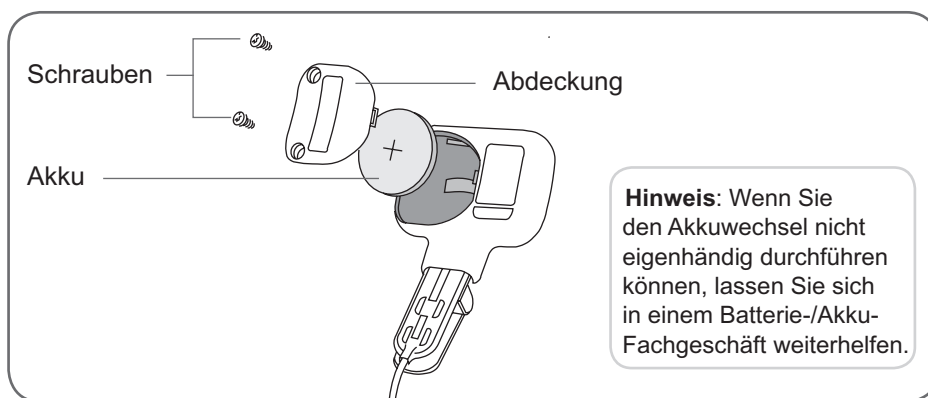

Abbildung 9-4: Batteriewechsel beim Intelli-Sense Gait Sensor™
1. Schrauben Sie die beiden Schrauben vom Batteriefachdeckel mit einem Kreuzschlitzschraubenzieher ab (siehe Abbildung 9-4).